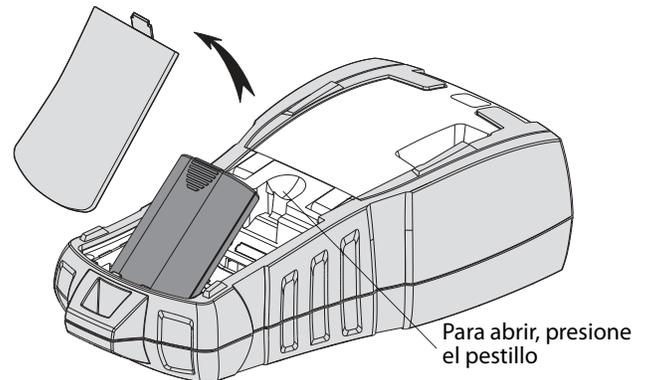

Figura 3
1. Presione el pestillo situado en la parte posterior de la impresora para retirar la cubierta del compartimento de la batería. Consulte Figura 3.
2. Inserte la batería en el compartimento de baterías. Consulte Figura 3.